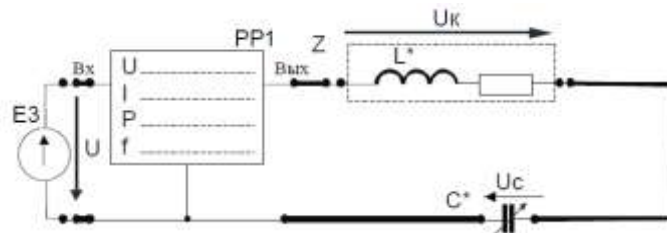

Рисунок 15
4. Собрать электрическую цепь с последовательным соединением реальной катушки индуктивности  $L^*$  конденсатора  $C^*$  (рис. 15), используя элементы цепи в соответствии с заданным вариантом (табл. 20). Предъявить схему для проверки преподавателю.